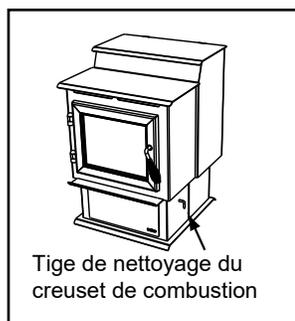
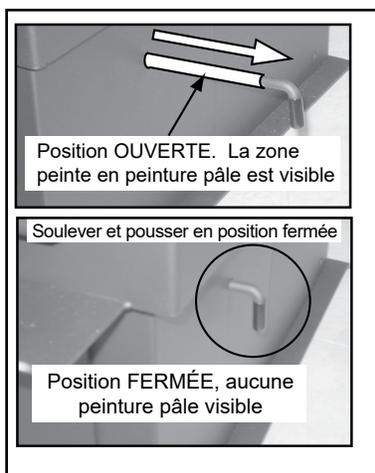

Figure 14.1
Figure 14.2
- b. Localisez la tige de nettoyage du creuset de combustion du côté droit de l'appareil. **Figure 14.1.** Lorsque vous tirez sur la tige de nettoyage directement vers vous, elle ouvrira par glissement le fond du creuset de combustion pour laisser tomber les cendres accumulées dans le tiroir à cendres. Vous verrez la zone de la tige de nettoyage peinte de couleur pâle, vous permettant de savoir si la tige est en position OUVERTE. **Figure 14.2.**
- d. Pour fermer le fond du creuset de combustion : **soulevez légèrement la tige de nettoyage** et poussez-le en place. Si vous avez fermé correctement la tige de nettoyage (poussée entièrement au fond) vous ne verrez aucune des zones de couleurs peintes en pâles. **Figure 14.2.**